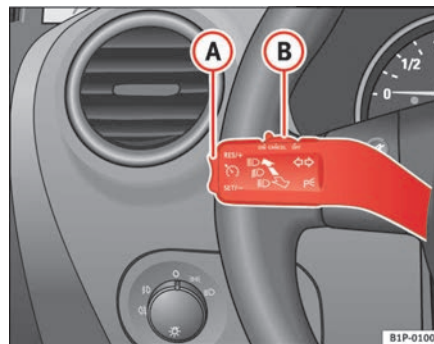

Abb. 127 Blinker- und Fernlichthebel: Schalter und Wippe für die Geschwindigkeitsregelanlage
- Drücken Sie den unteren Teil der Wippe **SET/SET** ⇒ Abb. 127 **A** einmal kurz, wenn die zu speichernde Geschwindigkeit erreicht worden ist.